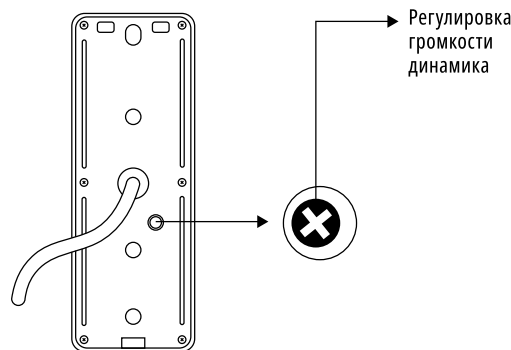

Рис. 5 Регулировка громкости динамика вызывной панели
5. Отрегулировать громкость динамика вызывной панели можно с помощью маленькой крестовой отвертки, предварительно удалив резиновую заглушку на задней крышке устройства (рис.5).